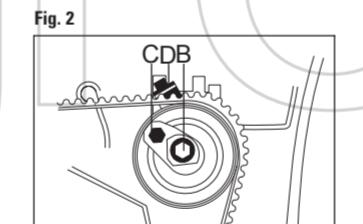

Fig. 2
- FIGURE 2** Desserrer le boulon de blocage B, tourner dans le sens des aiguilles de la montre le tendeur de courroie sur l'excentrique de réglage C, aligner l'indicateur D dans la zone de contrôle, serrer ensuite le boulon de blocage B. Tension à la température de -20°C.